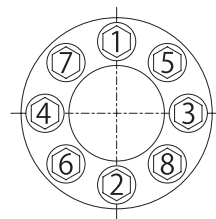

图2 夹紧螺栓拧紧顺序
3. 按照图2的顺序，使用扭力扳手有序的根据最终扭力进行多轮对角紧固。
请参照图纸记录Ms值后拧紧，最终紧固扭矩请按照Ms数值分数次以对角顺序进行拧紧。（参考图2）